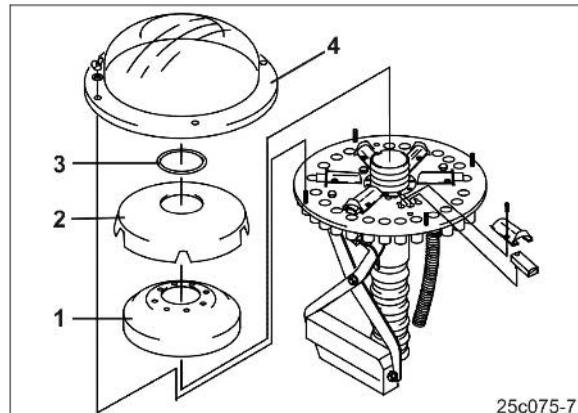

Рис. 116
В случае ненадобности заслонки (Рис. 116/2) деактивируйте.
5. Открутите болты (Рис. 116/1) lösen.
6. Удалите туннель заслонки (Рис. 116/2) entfernen.
7. Заслонка (Рис. 116/3) установлена, как изображено, в направляющей.
8. Поверните заслонку (Рис. 116/3) и вставьте в отверстие (Рис. 116/4).
9. Прикрутите шахту для заслонок (Рис. 116/2) на монтажной пластине.